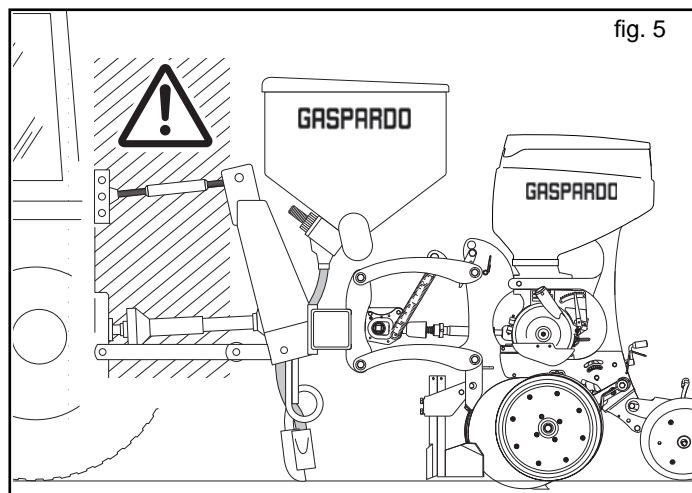

fig. 5
- 5) Es ist strengstens verboten zwischen den Schlepper und den Anschluß zu treten, um die Hubsteuerung von aussen zu betätigen (Abb. 5).
- 6) Es ist strengstens verboten, bei laufendem Motor und eingeschalteter Kardanwelle zwischen Schlepper und Gerät zu treten (Abb. 5), ohne zuvor die Feststellbremse gezogen und einen Bremskeil unter die Räder gelegt zu haben.